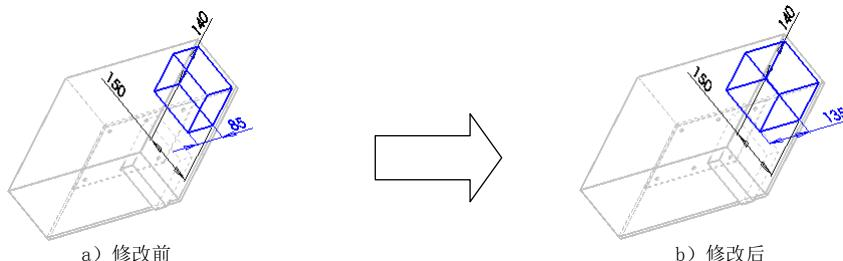

图 17.5.8 修改电源的高度尺寸
Step3. 将**方向1**区域的文本框内宽度值 85，修改为 135，如图 17.5.8 所示。